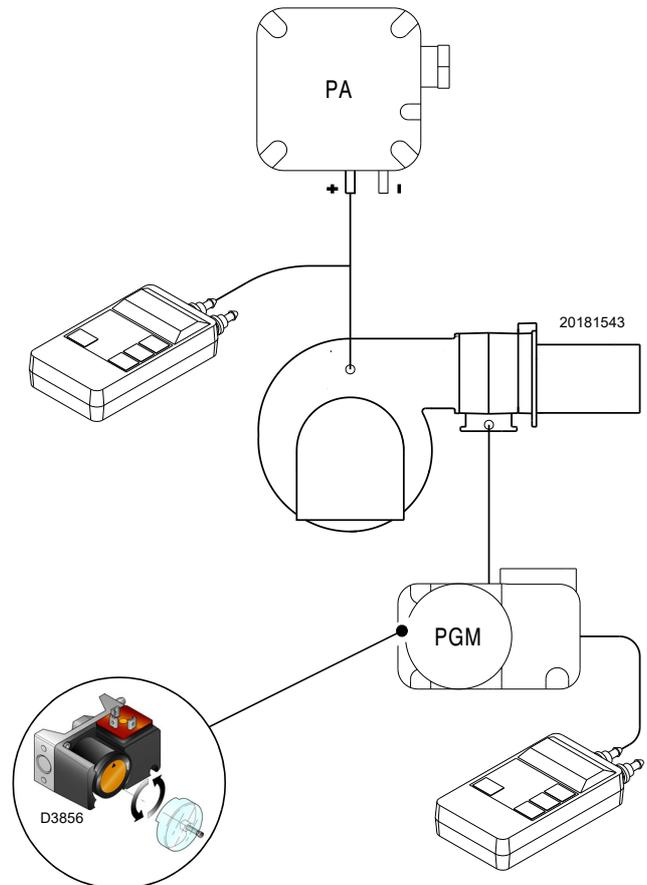

Abb. 32
- Stellen Sie den Maximal-Gasdruckwächter (Abb. 32) auf den Skalenendwert ein.
Die Einstellung des Maximal-Gasdruckwächters ausführen (Abb. 32), nachdem alle anderen Einstellungen des Brenners bei auf das Skalenende eingestellten Maximal-Gasdruckwächter vorgenommen wurden.